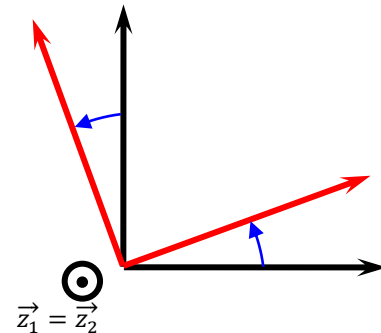

Figure 2
- identifier le vecteur commun aux deux bases, le faire apparaître sur la figure ici  $(\vec{z}_1)$  (fig. 2) :